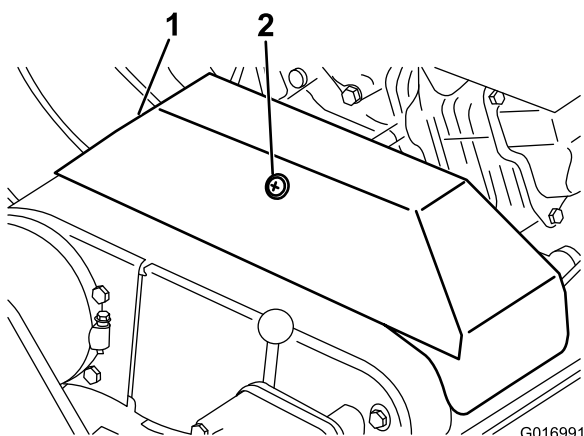

Bild 36
3. Lösen Sie den Halter, mit dem die Treibriemenabdeckung befestigt ist. Drehen Sie die Abdeckung, um sie zu öffnen (Bild 36).